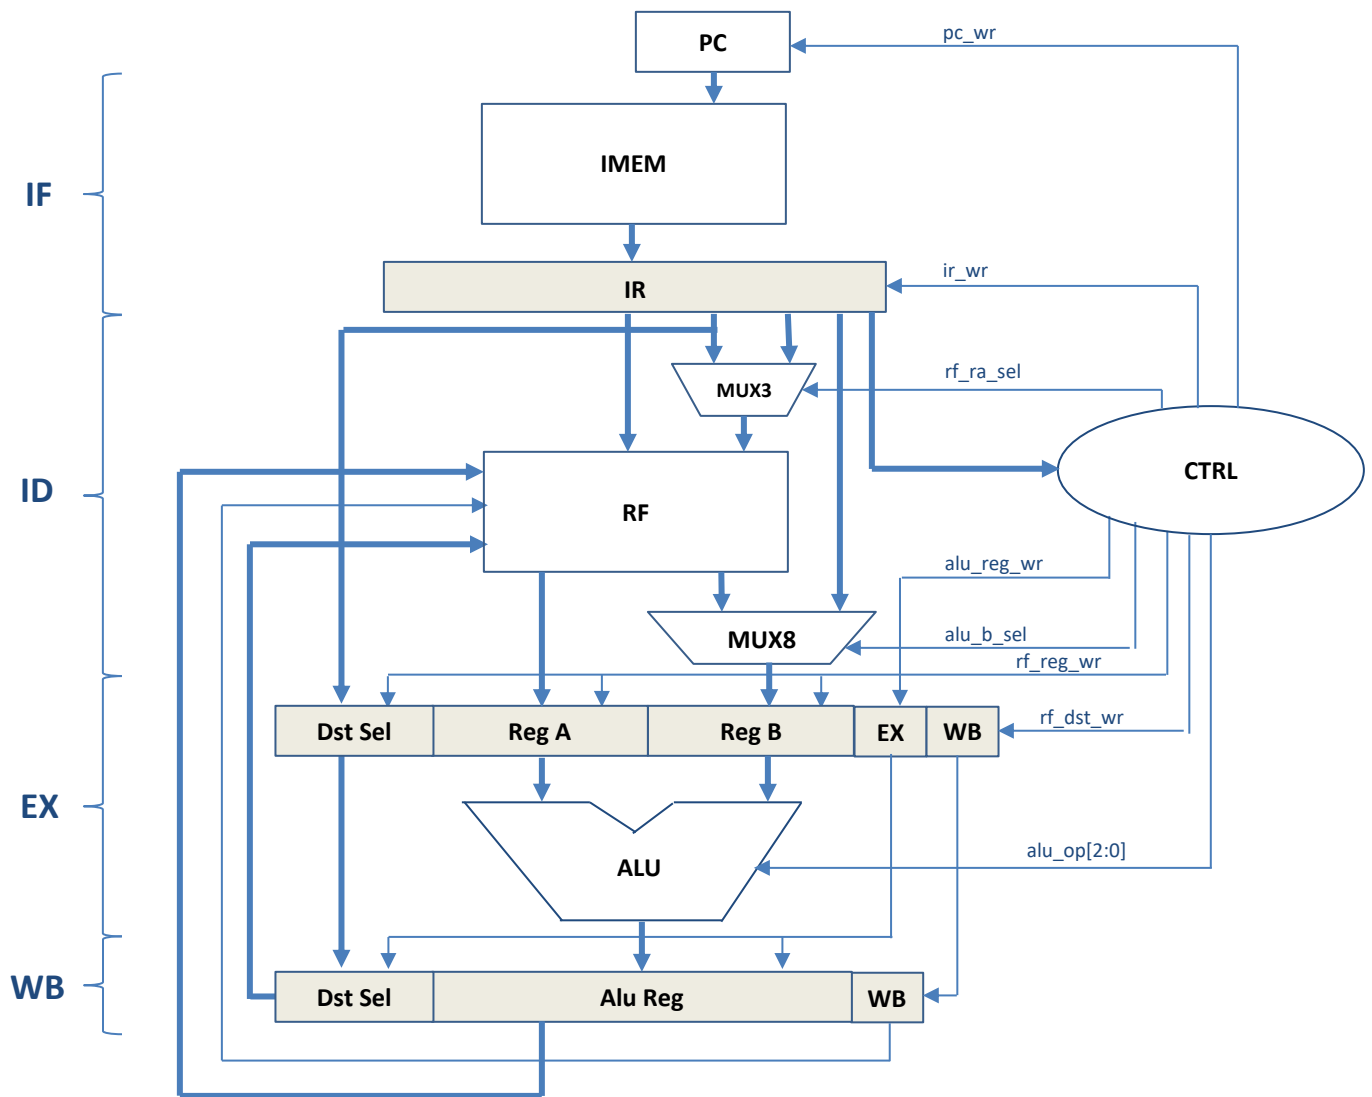

Abbildung 1.4. Befehlspipeline mit Datenpfad.
Ein weiteres Problem in einer Pipeline-Architektur ist es, die Konsistenz der Steuerdaten zu gewährleisten. Da das Instruktionsregister mit jedem neuen Taktzyklus aktualisiert wird, müssen alle Steuerdaten für eine Instruktion, die in der Execution- (EX) und Writeback- (WB) Phase verwendet werden, bereits in der Decode-Phase (DE) erzeugt und durch die Pipeline weitergeben werden. Die Zielarchitektur des Pipeline-Datenpfads ist in Abbildung 1.4 dargestellt.
Erstellen Sie ein neues Projekt in Vivado mit dem Namen *lab6*. Importieren Sie alle VHDL Quellen aus der Übung 5 in das neue Projekt. Ändern Sie die bestehenden VHDL-Quellen, sodass diese die erforderliche Funktionalität erfüllen. Der umzusetzende Pipeline-Datenpfad ist in Abbildung 1.4 dargestellt.
3. Achten Sie auf die Propagierung von Konstanten für I-Typ-Anweisungen, indem Sie den Multiplexer (MUX8) vor der 'Reg B' platzieren, wie in der Abbildung 1.4 gezeigt.